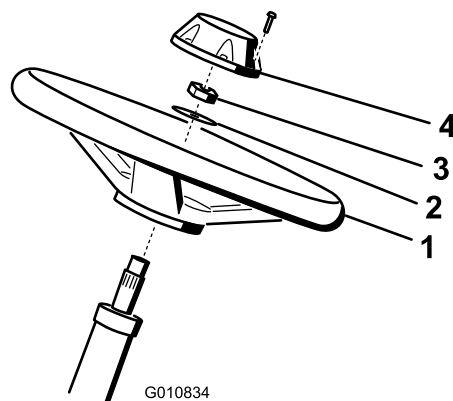

Figura 4
1. Faça deslizar o volante para a coluna de direção (Figura 4).
2. Faça deslizar a anilha para a coluna de direção (Figura 4).
3. Fixe o volante na coluna com uma porca de bloqueio e aperte-a com 27 a 35 N·m (Figura 4).
4. Instale tampa no volante e fixe-a com um parafuso (Figura 4).